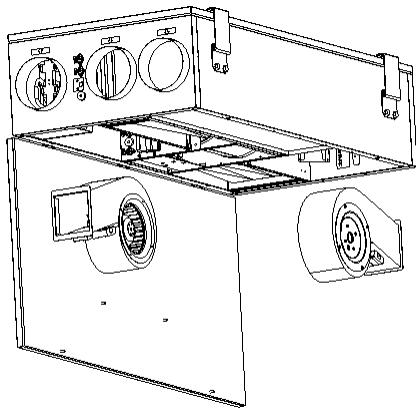

Fig. 7
3. Kontroll av vifter (hvert 3. år) Fig. 7